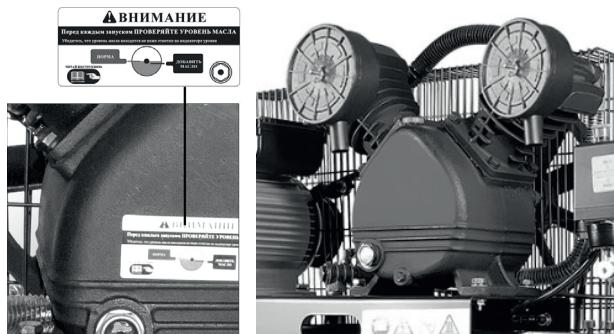

Рис. 3
- Поддерживайте уровень масла в пределах красной метки на индикаторе уровня масла. (рис. 3).
2. Проверьте уровень масла (рис. 3).
- Используемое масло должно быть чистым, его уровень должен быть на красной отметке измерительного окошка (рис. 3).